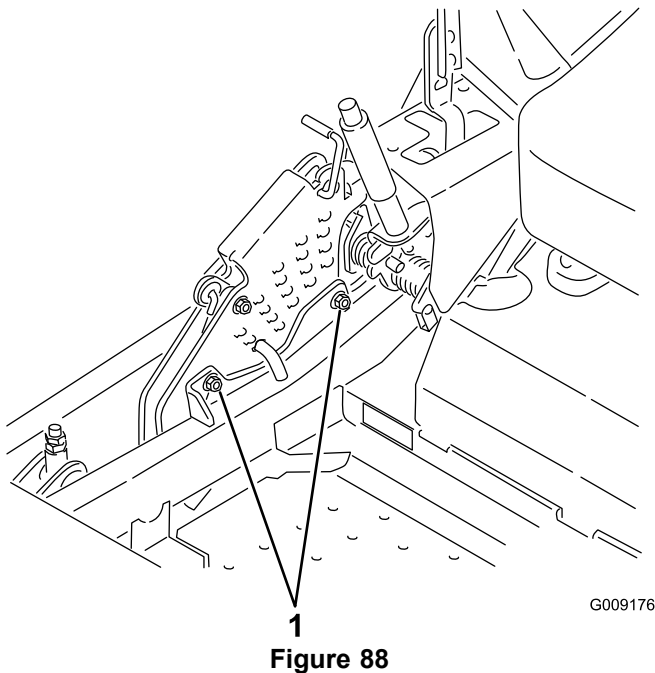

**Figure 86**
9. De chaque côté du tablier de coupe, mesurez la distance entre la surface plane et la pointe avant de la lame (position A). On doit obtenir un écart de 7,6 cm (3") (Figure 86).
15. De chaque côté du tablier de coupe, mesurez la distance entre la surface plane et la pointe arrière de la lame (position B). On doit obtenir un écart de 8,3 cm (3 1/4") (Figure 86).